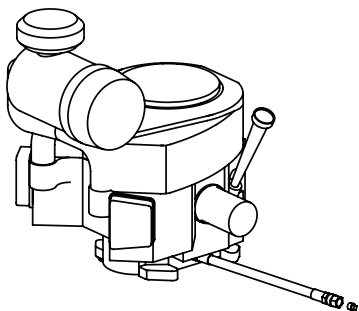

Fig. 21
2. Localisez le tuyau de vidange d'huile sur le moteur (Fig. 21).
4. Tout en maintenant l'extrémité libre du tuyau de vidange d'huile au-dessus du récipient de collecte d'huile, dévissez le bouchon à tête carrée de l'extrémité du tuyau (Fig. 21). Vidangez l'huile moteur dans le récipient de récupération d'huile.